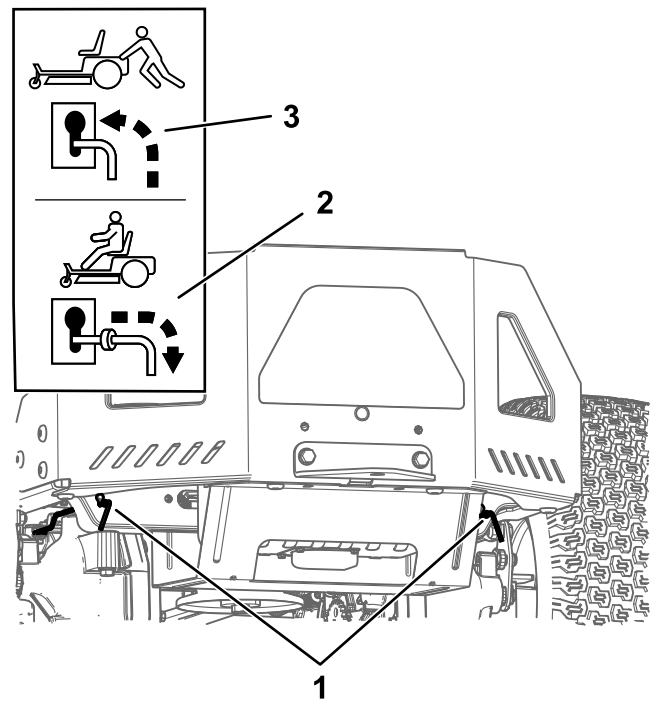

Figure 30
4. Déplacez les deux leviers de dérivation en avant dans la fente, puis vers le bas pour les verrouiller en position (Figure 30).